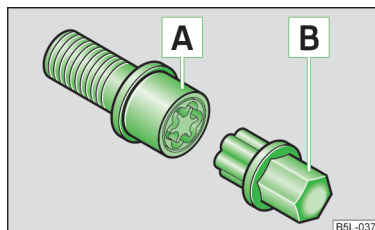

Fig. 144
- Introduzca el adaptador [B] » fig. 144 con su lado dentado hasta el tope en el dentado interior del tornillo de rueda antirrobo [A], de tal modo que ya sólo sobresalga el hexágono exterior.